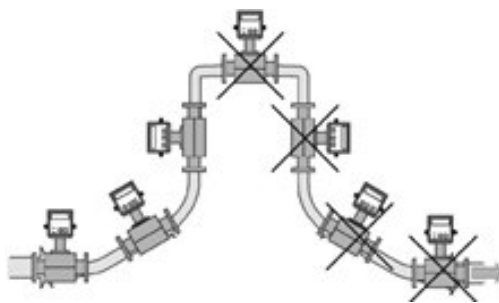
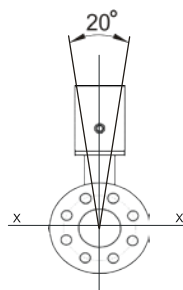

Рис. 3 Варианты установки ППР (расходомера)
Рис. 4 Ориентация ППР относительно осей
2.1.2.1 ППР устанавливается на горизонтальном, вертикальном или наклонном трубопроводе таким образом, чтобы весь объем трубы преобразователя в рабочих условиях был заполнен измеряемой средой (смотри рисунок 3), а линия электродов первичного преобразователя (смотри рисунок 4) максимально приближена к горизонтали с допустимым отклонением ± 100 .